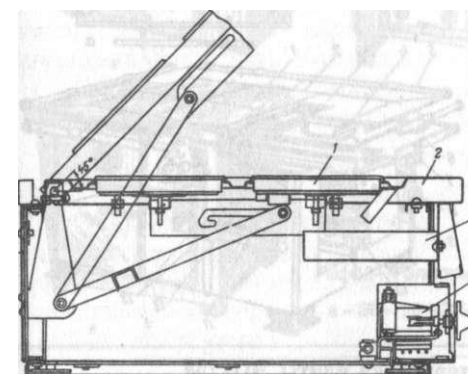

Рис. 12-5. Плита настольная электрическая ПНЭК-2.
*Плита настольная электрическая ПНЭК-2 (рис. 12-5)* предназначена для подогрева в наплитной посуде первых и вторых блюд. Она используется на специализированных предприятиях общественного питания с буфетным методом обслуживания.